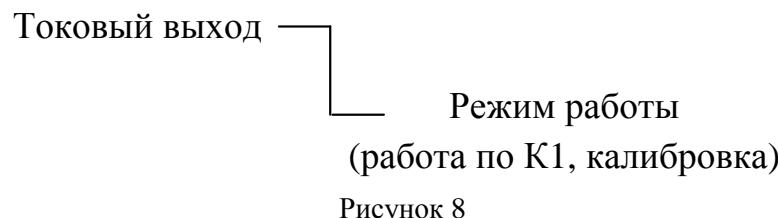

Рисунок 8
2.5.16.9 Пункт «Токовый выход» предназначен для установки параметров токового выхода и состоит из следующих подпунктов (рисунок 8):